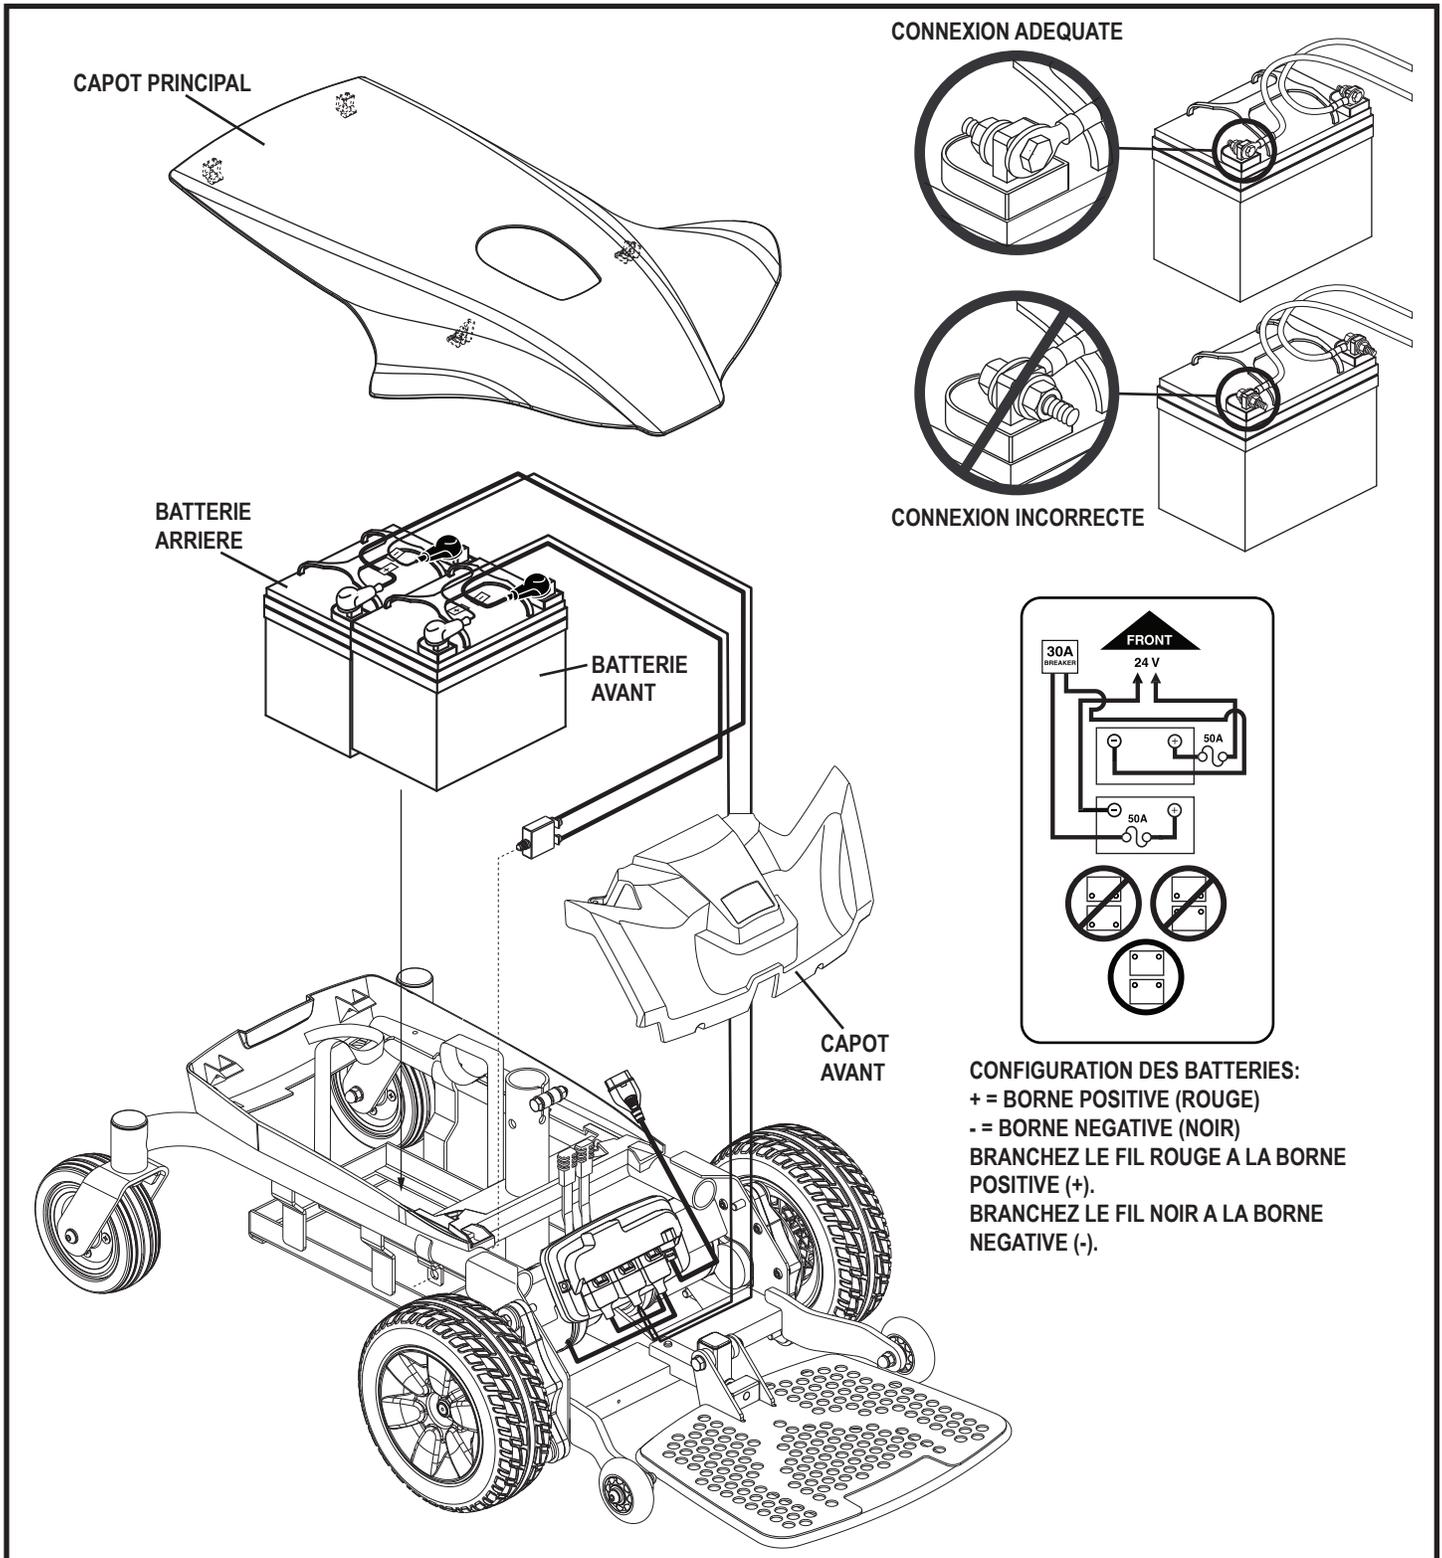

Figure 21. Installation des batteries du Jazzy Elite ES et Jazzy Elite ES-1 (Siège retiré pour plus de clarté)
4. Retirez le protecteur principal en soulevant l'arrière du protecteur principal jusqu'à ce qu'il se déconnecte de la carrosserie. Une fois déconnecté de la carrosserie, faites glisser le protecteur principal vers l'avant jusqu'à ce que les languettes soient libérées de la carrosserie. Soulevez le protecteur par-dessus du montant du siège. **Voir la figure 21 ou 22.**
5. Détachez la courroie de la batterie. **Voir la figure 21 ou 22.**
6. Débranchez les câbles des bornes de chaque batterie. **Voir la figure 21 ou 22.**
8. Installez des nouvelles batteries dans le plateau. Assurez-vous de positionner les bornes face vers l'avant de la base motorisée. **Voir la figure 21 ou 22.**
9. Branchez les bornes de la batterie avant aux câbles avant en respectant le diagramme. Assurez-vous que les connecteurs font face dans la bonne direction. **Voir la figure 21 ou 22.**
10. Branchez les bornes de la batterie arrière aux câbles arrière en respectant le diagramme. Assurez-vous que les connecteurs font face dans la bonne direction. **Voir la figure 21 ou 22.**